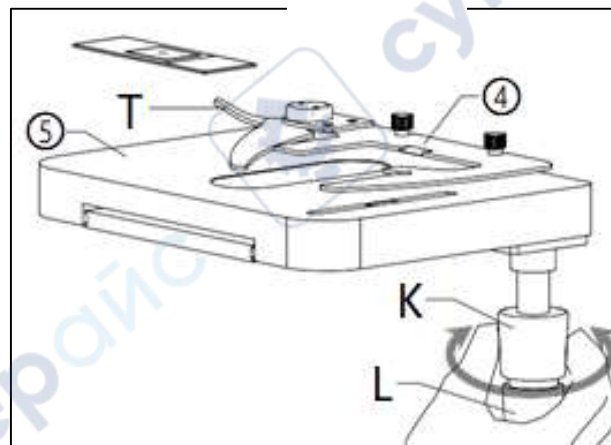

Рис. 17
(Рис. 17) Вращением ручки грубой фокусировки (V, O) опустить столик ⑤ до приемлемого положения, перейти на 4-кратный объектив.
Установить образец в зажимы столика (рис. 17), настроить тонкую фокусировку конденсора с помощью ручки (Q) для подъёма конденсатора, вращением ручек горизонтальной (L) и вертикальной (K) регулировок, перемещать образец и конденсор относительно друг друга, устранить пузырки.